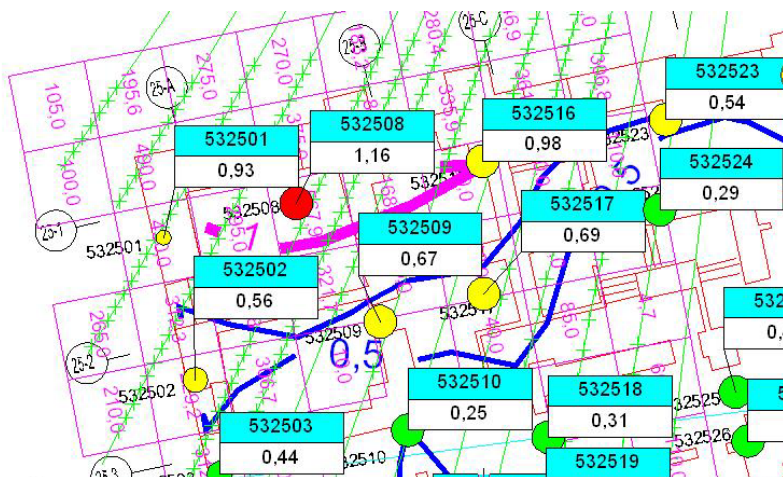

Abb. 16: Definition von Hebungserfolgen mittels der Ampelsteuerung
- Den Verformungswerten können Verformungsbeträge farblich zugeordnet werden (In der Praxis hat sich die Ampelsteuerung als vorteilhaft erwiesen, z.B. rot: Hebung im kritischen Bereich, gelb: Hebungstendenz erkennbar, grün: keine Verformungen) (Abbildung 16).